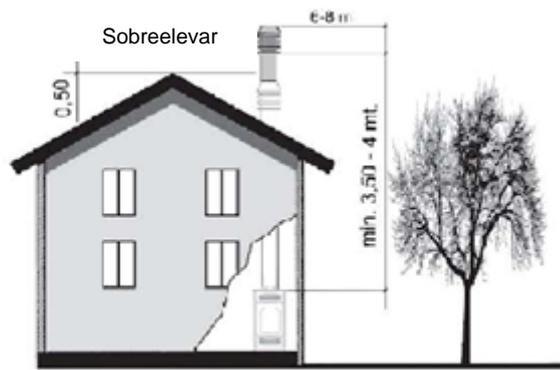

Fig. 1
- La chimenea exterior debe estar colocada de forma que se garantice la adecuada dispersión y dilución de los productos de la combustión en cualquier caso fuera de la zona de reflujo. Esta zona cuenta con diferentes tamaños y formas en función del ángulo de inclinación de la cubierta, por lo que es necesario adoptar las alturas mínimas especificadas en la Fig. 1 y Fig. 2.
- La chimenea debe ser tipo antiviento y superar la altura de la cumbre como la fig.1 y fig.2.
- Cualquier edificio u otros obstáculos que superen la altura de la chimenea no deben estar cerca de la chimenea misma (Fig. 1).